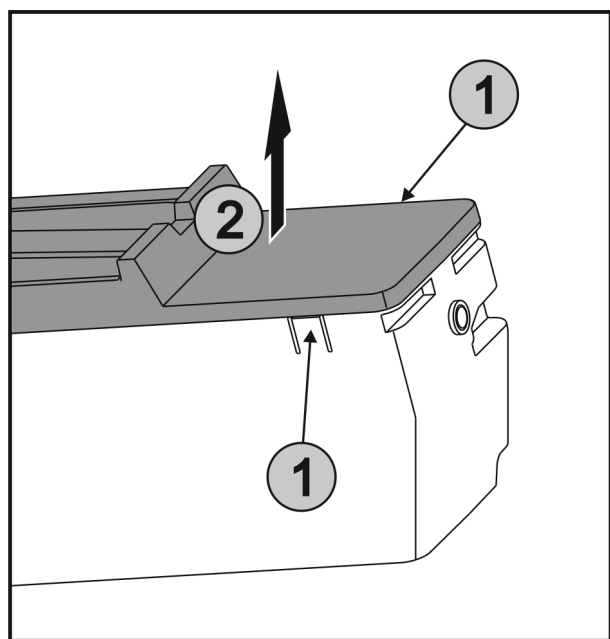

Fig. 81
- Trykk på bøylen Fig. 81 (1) på begge sider av von EasyTwist-Ice samtidig, og ta dekslet Fig. 81 (2) opp og ut.